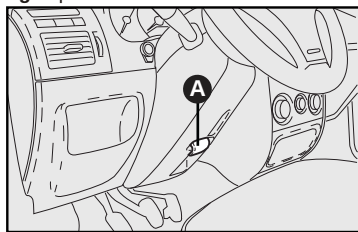
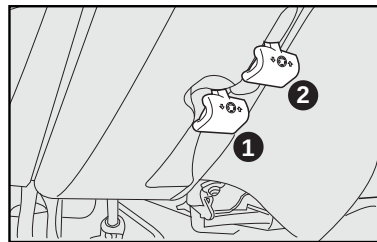

fig. 8
fig. 9
VOLANTE - fig. 8 y 9
- 1) Desplace la palanca **A**-fig. 8 hasta la posición **2**-fig. 9.
- 3) Vuelva a poner la palanca en la posición **1**-fig. 9 para trabar nuevamente el volante.